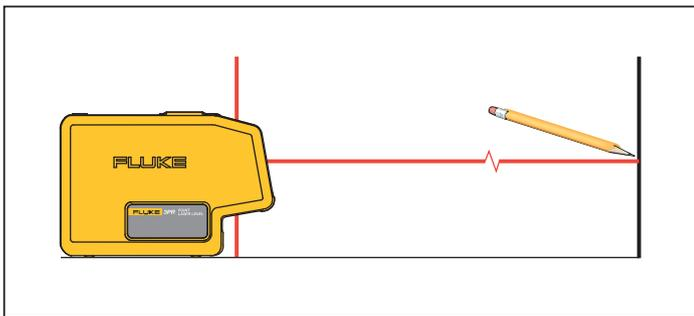

Рисунок 1. Новая отметка выравнивания по горизонтали
2. Разверните Прибор по центру так, чтобы горизонтальный лазер был направлен на целевую область. См. Рисунок 1.